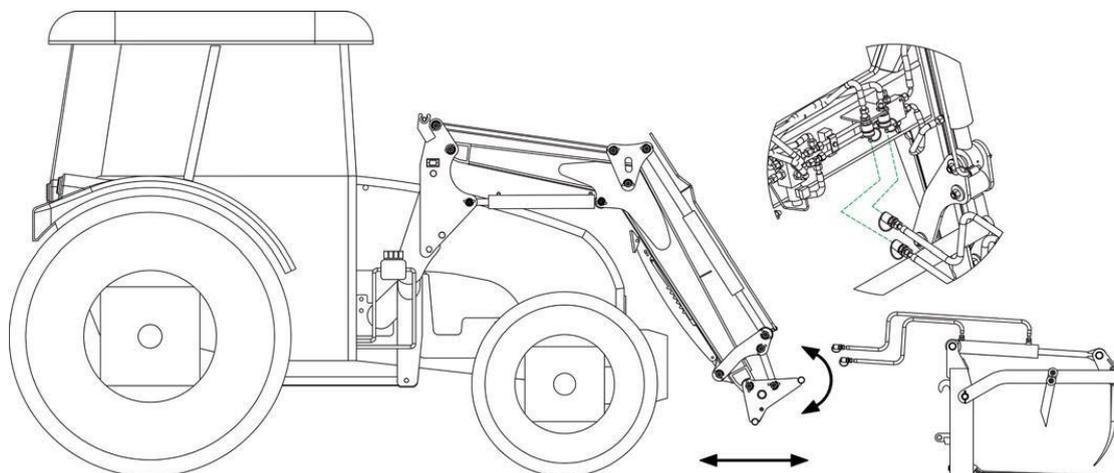

Figure 19. Montage d'un outil nécessitant une connexion au système hydraulique
- approcher vers l'outil (1) posé sur un sol plat, nivelé et durci,
- abaisser le chargeur jusqu'à ce que le cadre d'accouplement (2) se trouve sous les crochets de l'outil (1),
- abaisser le cadre d'accouplement (2),
- placer les crochets de l'outil (1) dans les guides du cadre d'accouplement (2),
- les flexibles hydrauliques de l'outil doivent être raccordés au système hydraulique du vérin comme indiqué sur la fig. 19.